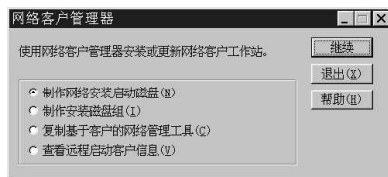
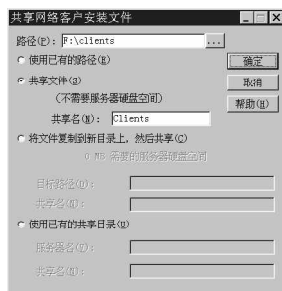

图12 选择“制作网络安装启动磁盘”
图13 “共享网络客户安装文件”窗口
2. 把Windows NT Server 4.0中文版的安装光盘放入光驱中，在Windows NT Server中打开“开始=>程序=>管理工具(公用)>网络客户管理器”来制作网络安装软盘。当出现“网络客户管理器”窗口时，选择默认的“制作网络安装启动磁盘”(图12)，再按“继续”。
3. 接下来会弹出“共享网络客户安装文件”窗口，程序会自动搜寻Windows NT Server 4.0中文版的安装光盘上Clients目录并共享为Clients，(图13)。当然也可选择“将文件复制到新目录上，然后共享”选项；如果Clients目录已经拷贝到硬盘上，便可选择“使用已有的路径”选项；如果Clients目录已经拷贝到硬盘上并已经共享，便可选择“使用已有的共享目录”选项。这里就使用图12所示的默认选项，单击“确定”。